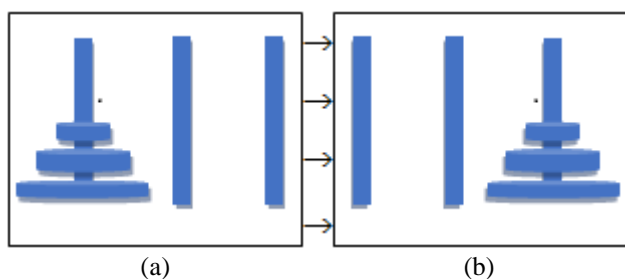

図1 「ハノイの塔」の図
2.1 説明 「ハノイの塔」は1つの棒に通された数枚の円盤をルールに従って他方の棒に移動する図1のようなものである。垂直な棒が3本並び、端の1つの棒には半径の違う数枚の円盤が大きなものから順に重なって通されている。この円盤を1枚ずつ、小さな円盤の上に大きな円盤が重ならないように、他の2本の棒へ移動していく。最終的に大きな円盤から順に重なるように、逆端の棒にまとめて通した状態にする。[2]